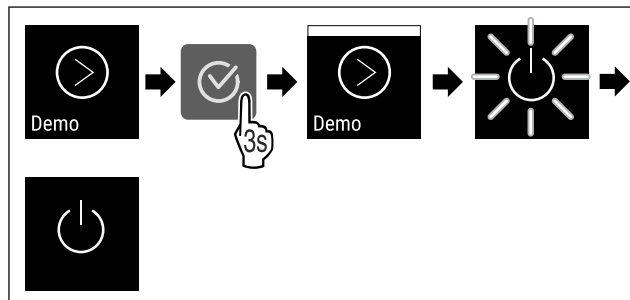

Fig. 91
- ▶ Eseguire i passi (vedere Fig. 91) .